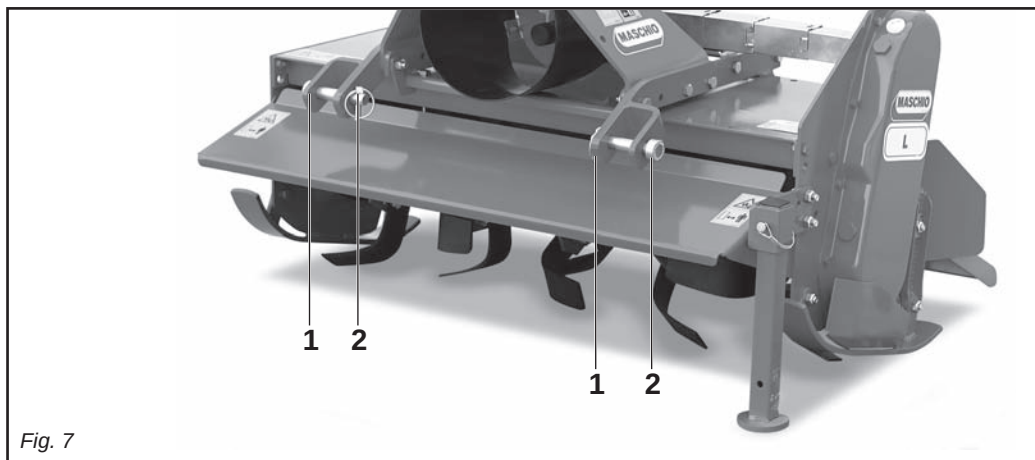

Fig. 7
In base alle dimensioni specifiche di questi tipi di attacchi dei trattori è necessario determinare la posizione più favorevole della macchina spostando opportunamente le piastre (1 Fig. 7) e inserendo i perni (2 Fig. 7) nei fori corrispondenti al giusto diametro delle parallele del trattore.
Le piastre vanno montate sempre e solo come mostrato in Fig. 7.
Depending on the precise dimensions of these two types of hitches, find the best position for the machine by moving the plates (1 Fig. 7) along and inserting the pin (2 Fig. 7) in the holes corresponding to the correct diameter for the tractor's parallel arms.
The plates must always and only be mounted as shown in Fig. 7.
En fonction des dimensions spécifiques de ces types d'attelages des tracteurs il faut déterminer la position la plus favorable de la machine en déplaçant, les plaques (1 Fig. 7) et introduire les axes (2 Fig. 7) dans les trous correspondant au bon diamètre des parallèles du tracteur.
Les plaques doivent obligatoirement être montées comme illustré dans la Fig. 7.
Der Anbau der Maschine am Schlepper erfolgt nur dann, wenn die Maschine am Boden steht, und zwar auf ebenem Gelände. Alle Maschinen können an jedem beliebigen Schlepper mit Universal-Dreipunktaufhängung der 1. Kategorie angebaut werden. Aufgrund der spezifischen Abmessungen dieser beiden Schlepperschlüsse kann man die günstigste Position der Maschine festlegen, indem man die Platten (1 Abb. 7) und die Bolzen (2 Abb. 7) in die entsprechenden Bohrungen mit dem richtigen Durchmesser auf dem Schleppergestänge einsteckt.
Die Platten dürfen nur und ausschließlich so montiert werden, wie es in Abb. 7 gezeigt ist. Der Hersteller haftet nicht für die Beschädigung der Maschine oder des Schleppers infolge der Nichtbeachtung dieser Angabe.
Todas las máquinas pueden ser adaptadas a cualquier tractor dotado de enganche universal de tres puntos de 1ª categoría. En relación a las dimensiones específicas de estos tipos de enganche de los tractores hace falta determinar la posición más favorable de la máquina desplazando oportunamente las placas (1 Fig. 7) e introduciendo los pernos (2 Fig. 7) en los orificios correspondientes al correcto diámetro de las paralelas del tractor.
Las placas deben ser montadas siempre y solamente según lo indicado en la Fig. 7 con los orificios posicionados delante del tubo cuadrado.
- 1) Accostare le parallele del sollevatore ponendole all'interno delle piastre (1 Fig. 7), inserire il perno (2 Fig. 7) nel foro predisposto e bloccare con le copiglie a scatto.
- 1) Near the lift bars, setting them in the most suitable plates (1 Fig. 7). Insert the pin (2 Fig. 7) into the relative hole and lock in place with the snap-in split pins.
- 1) Approchez les barres du relevage en les plaçant à l'intérieur des plaques les plus appropriées (1 Fig. 7), introduisez l'axe (2 Fig. 7) dans le trou correspondant et bloquez par les goupilles à encastrement.